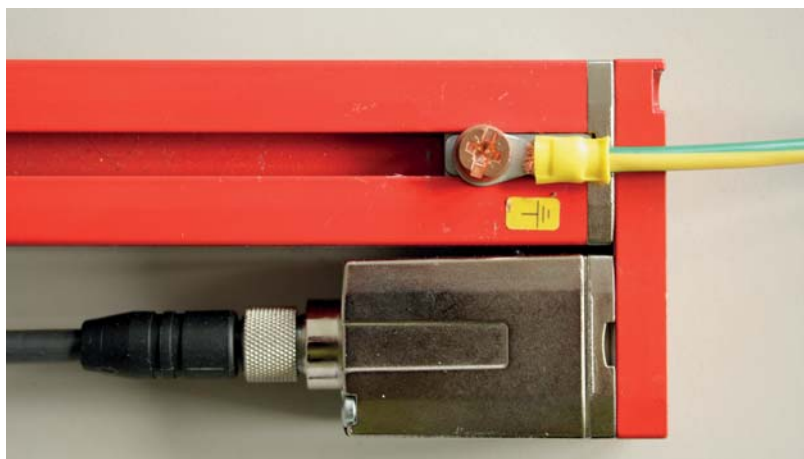

Figure 7.1 : Branchement de la terre au rideau lumineux
- ↳ Reliez le boîtier de l'émetteur **et** du récepteur du rideau lumineux au conducteur de protection au point neutre de la machine FE par l'intermédiaire de la vis de PE prévue à cet effet sur le coulisseau de mise à la terre (voir figure 7.1).